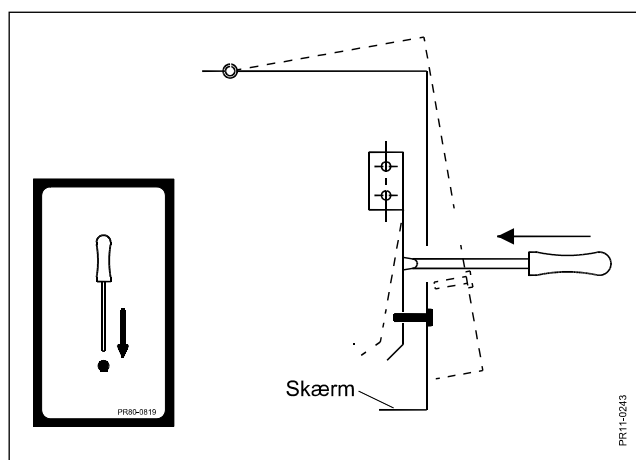
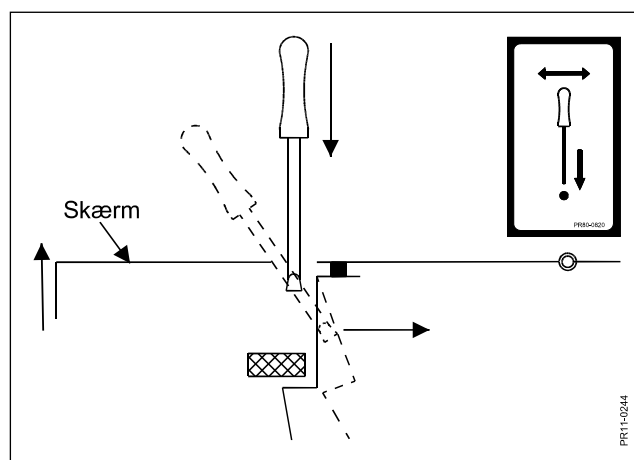

Fig. 6-1
Fig. 6-2
- Fig. 6-1** Ved vedligeholdelse af maskinen har De oftest brug for at åbne eller fjerne
Fig. 6-2 afskærmning. Alle afskærmninger er af sikkerhedsmæssige årsager forsynet med en lås. Låsen sikrer, at man ikke kan åbne afskærmningen uden brug af værktøj. Der findes to forskellige typer låse. Fig. 6-1 og 6-2 viser de to låseprincipper, samt de tilhørende transfers, der skal markere og illustrere låsene på maskinen.